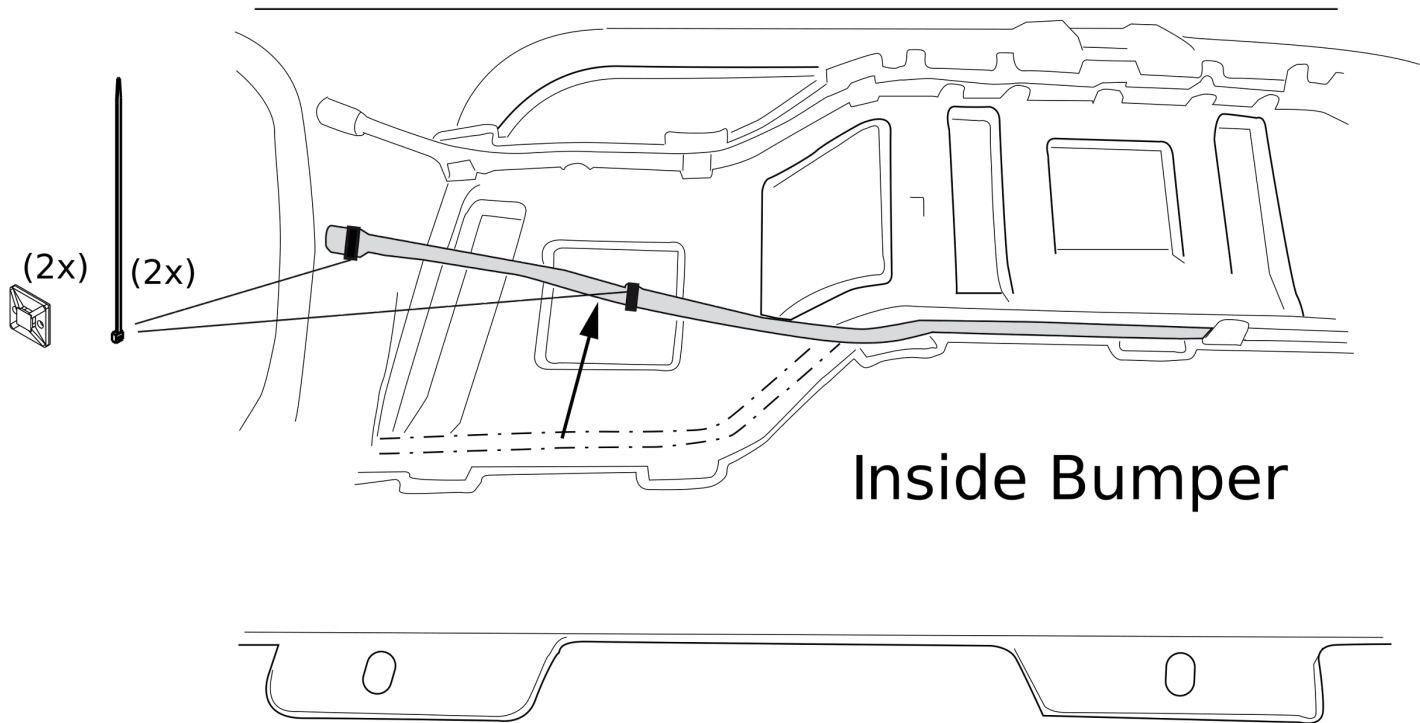

Fig. 2
12. C5 Aircross: Переместите датчик если имеется. См. рисунок 2. Воспользоваться наклейкой Brink Smart Position Sticker и выпилить указанную секцию бампера.